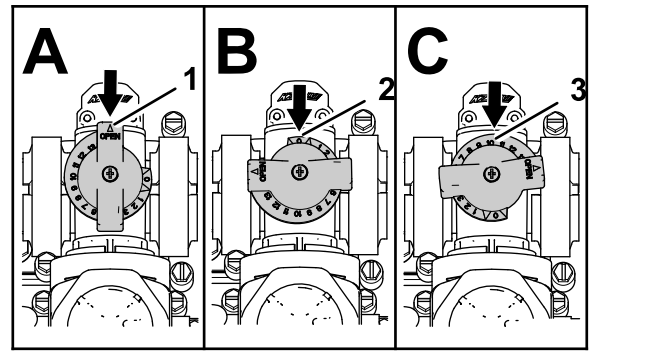

Figura 86
- La válvula de desvío de agitación se encuentra en la posición de totalmente Abierto como se muestra en la Figura 86 A.
- La Figura 86 B muestra la válvula de desvío de la agitación en la posición de Cerrado (0).
- La válvula de desvío de la agitación está en una posición Intermedia (relativa al manómetro del sistema de fumigación) como se indica en Figura 86 C.